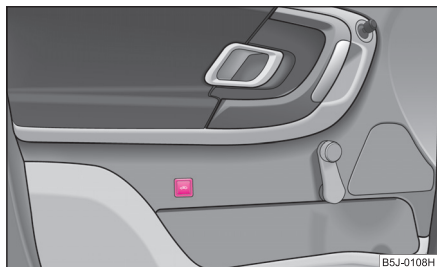

Abb. 27 Taste der Innenraumüberwachung
- Drücken Sie die Taste  an der Fahrertür ⇒ Abb. 27.